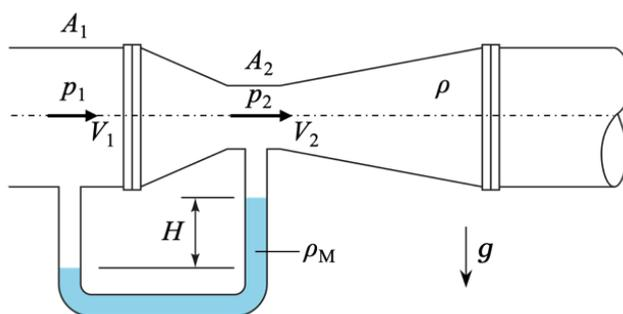

図 B2-1
(1) 以下の文章中の (ア) から (コ) に適切な式、数値、あるいは語句を記入しなさい。ただし、(イ)、(エ)、(ク) は選択肢の中から1つ選ぶこと。
- ① 粘性係数の次元は、SI 単位系で表すと (ア) である。水の粘性係数は、温度の上昇に伴い (イ) {増加する・減少する・変化しない}。
- ② 動粘性係数の次元は、SI 単位系で表すと (ウ) である。標準状態下の空気と水を比較すると、(エ) {空気・水} の動粘性係数の方が低い値を示す。
- ③ レイノルズ数は (オ) と粘性力の比を表す無次元量である。マッハ数は流速と (カ) の比を表す無次元量である。
- ④ x 方向の速度成分 $u = cx$ 、 y 方向の速度成分 $v = -cy$ をもつ2次元の速度場 \mathbf{V} を考える (c は定数)。この速度場の発散は $\nabla \cdot \mathbf{V} =$ (キ) であるから、この流れは (ク) {圧縮・非圧縮・非定常} 流れと分類される。この速度場に対応する加速度場の x 成分、 y 成分はそれぞれ $a_x =$ (ケ)、 $a_y =$ (コ) と書ける。
(2) 図 B2-1 のように、水平に置かれた2本の円管 (断面積 A_1) が、のど部 (断面積 A_2) をもつベンチュリー管を介して接続されている。密度 ρ の水がその管内を定常的に流れている。上流側の円管とベンチュリー管ののど部との間に、密度 ρ_M の水銀を封入したマンオメータが鉛直下向きに接続されており、マンオメータの読みは H であった。重力加速度を g とする。以下の各設問に答えなさい。
- ① 上流側の円管部の平均流速 V_1 を、のど部における平均流速 V_2 、 A_1 、 A_2 を用いて表しなさい。
- ② 管中心軸に沿って、上流側の円管部の圧力 p_1 およびのど部の圧力 p_2 を定義する。マンオメータの読み H から、この2点間の圧力差 $p_1 - p_2$ を求めなさい。
- ③ この管内流れに対する摩擦の影響は無視できるものと仮定の上、体積流量 Q を A_1 、 A_2 、 ρ 、 ρ_M 、 H 、 g を用いて表しなさい。導出過程も示すこと。